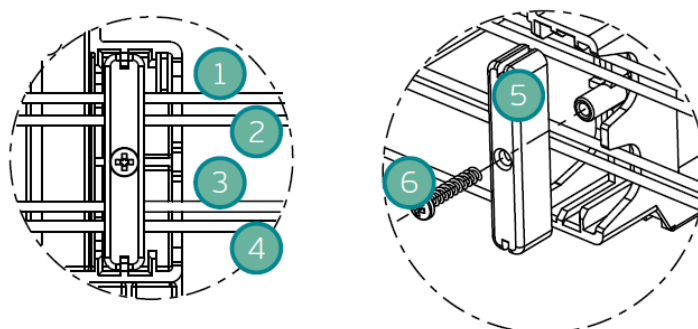

Figura 3.2: Montagem do alívio do cabo
3. Os cabos devem passar pelo prensa-cabos, como mostrado na Figura 3.2.
- Os parafusos mostrados na Figura 3.2 devem ser fixados com torque de 0,8 - 1,2 Nm.